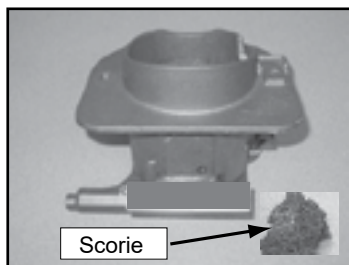

Figure 15.1 – Creuset de combustion avec de grands morceaux de scories
- d. Utilisez un outil de nettoyage du creuset pour détacher les matériaux accumulés sur les côtés du creuset de combustion et enlever le mâchefer (**Figure 15.1**).